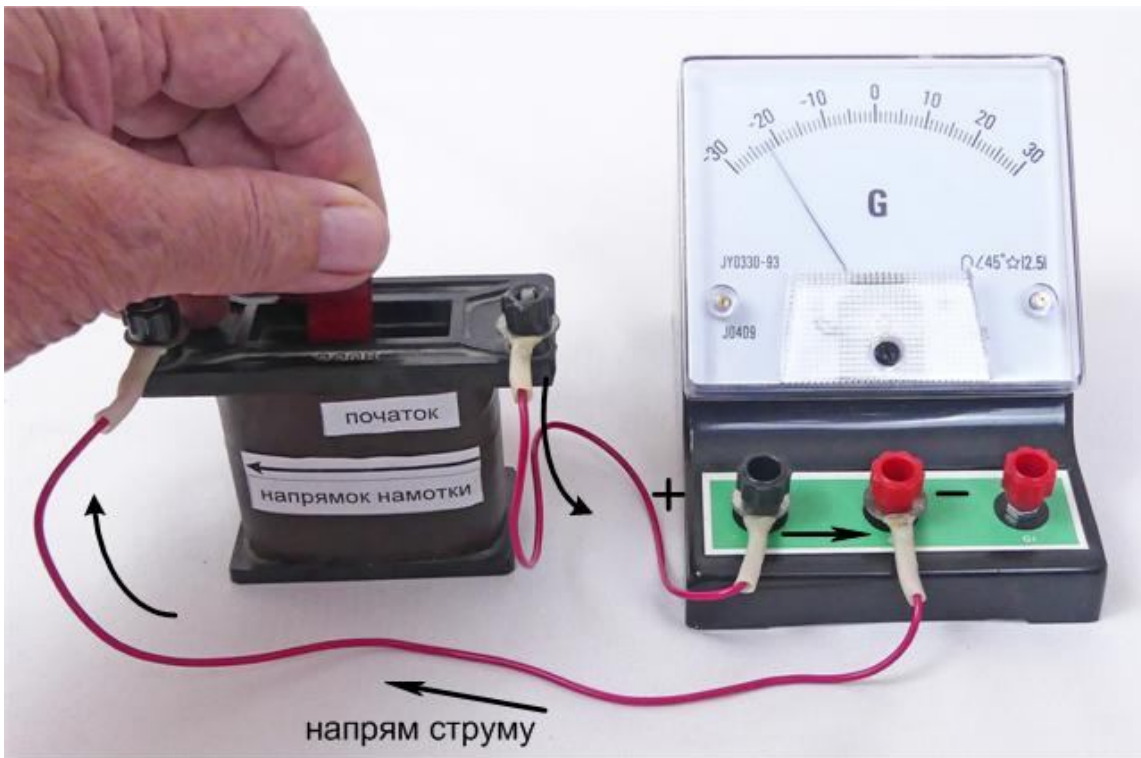

Рис. 6
6. Для перевірки правила Ленца опустимо магніт в котушку північним полюсом вниз і відмітимо, куди відхилилася стрілка гальванометра (рисунок 6).